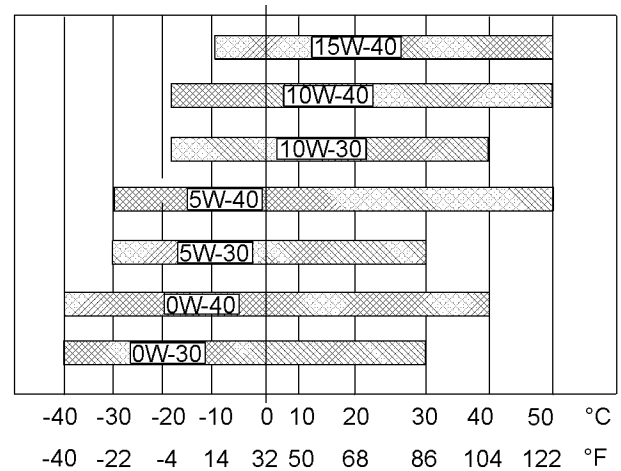

Abbildung 32
Zur Bestimmung der notwendigen Ölviskosität zum Starten eines kalten Motors siehe Abbildung 32 (minimale Temperatur).
Zur Bestimmung der notwendigen Ölviskosität für den Motorbetrieb bei der höchsten zu erwartenden Umgebungstemperatur siehe Abbildung 32 (maximale Temperatur).
- Siehe die geeigneten "Schmierstoffviskositäten". Siehe die entsprechende Abbildung 32, um den richtigen Viskositätsgrad für den Motor zu bestimmen.